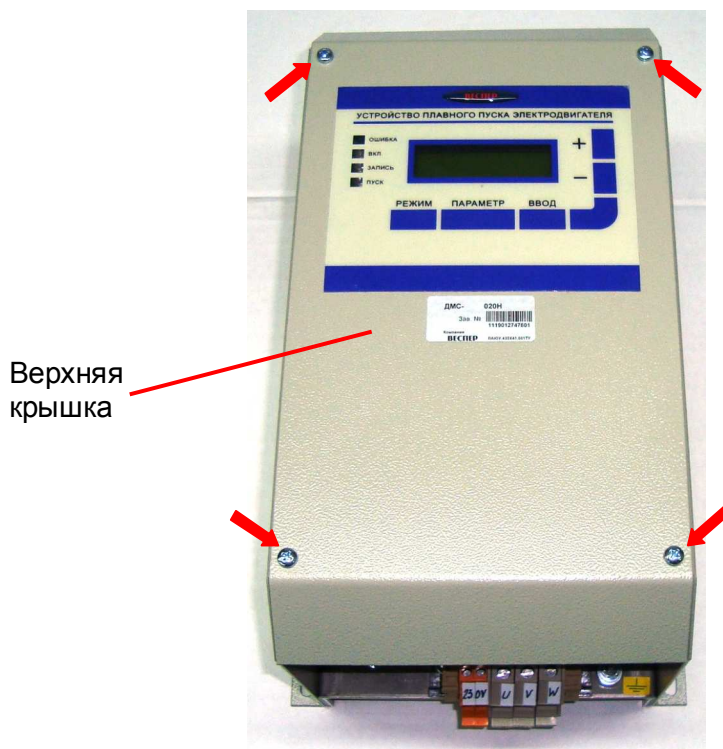

Рис.7.20. Установка верхней крышки.
7.10.1. Установить верхнюю крышку и зафиксировать ее четырьмя винтами (рис. 7.20).